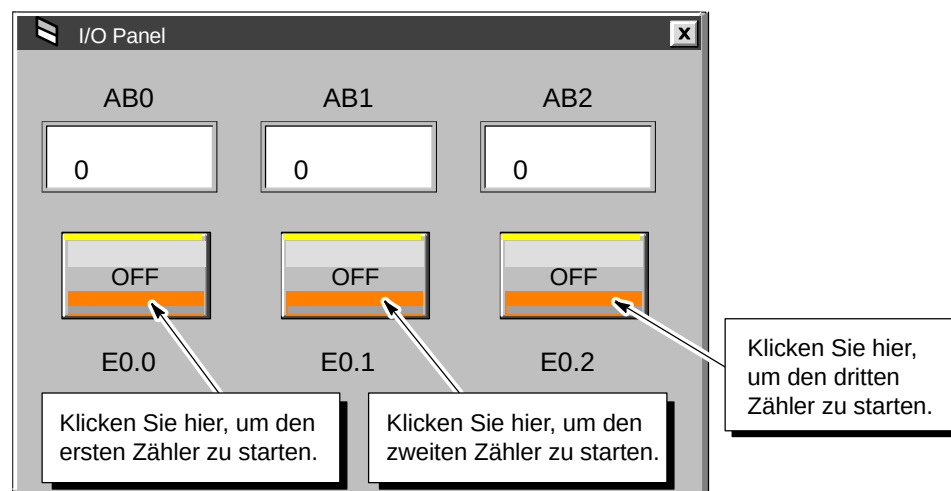

Bild 1-11 Bedienpanel
3. Klicken Sie auf das Button Control für E0.0, um den ersten Zähler zu starten (siehe Bild 1-11).
4. Klicken Sie auf das Button Control für E0.1, um den zweiten Zähler zu starten (siehe Bild 1-11).
5. Klicken Sie auf das Button Control für E0.2, um den dritten Zähler zu starten (siehe Bild 1-11).